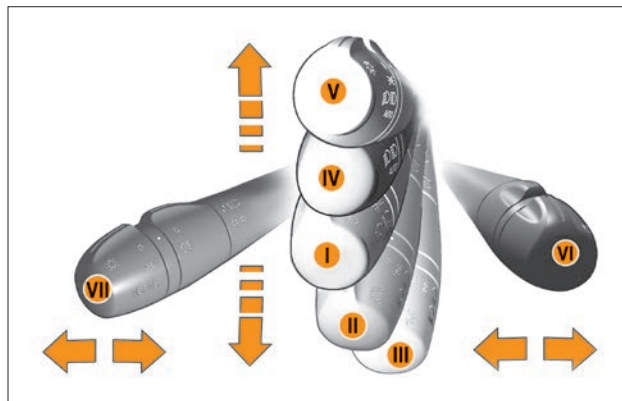

Рис. 3.9.3. Положения левого рычага подрулевого переключателя (в варианном исполнении)
**Положения левого рычага подрулевого переключателя (рис. 3.9.3):**